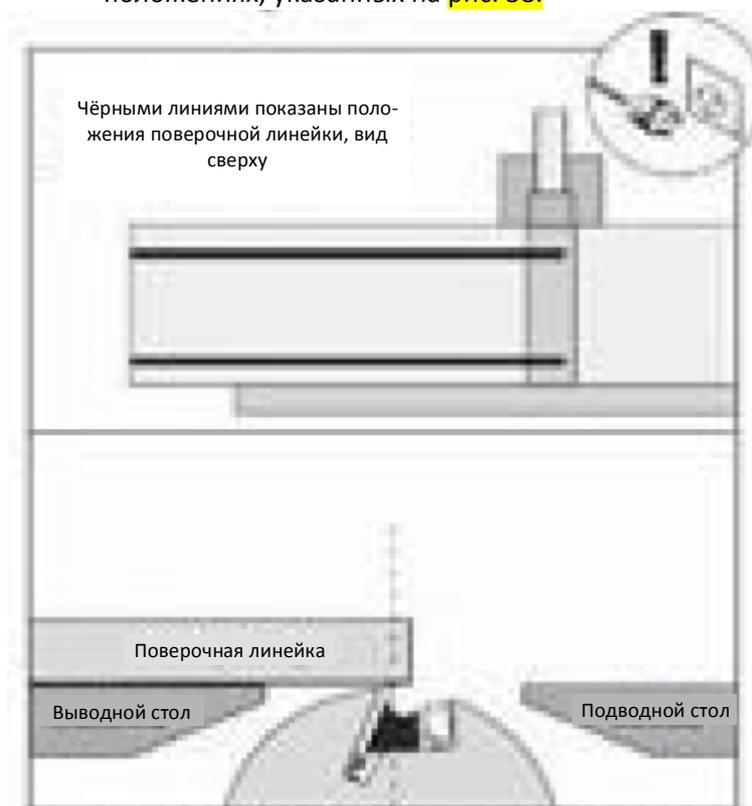

Рис. 38. Проверка высоты ножа поверочной линейкой
3. С помощью поверочной линейки на выводном столе проверить высоту каждого ножа в положениях, указанных на **рис. 38**.